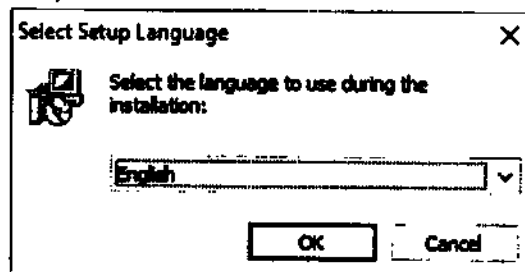

Рисунок 11
1. На USB накопителе с ПО запустите POS Series Printer Drive.exe от имени администратора, в открывшемся окне выберите язык для дальнейшей установки и нажмите «OK» (Рисунок 11).